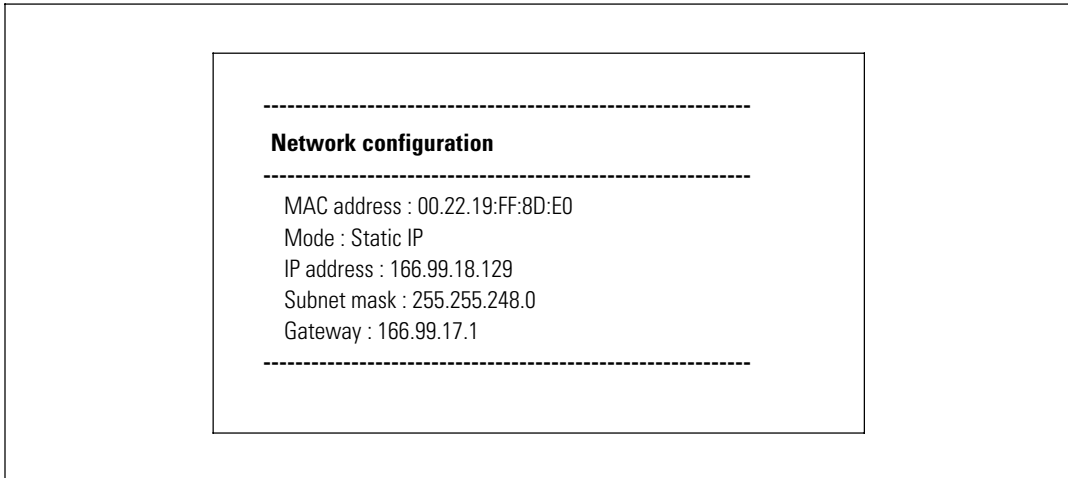

图 41. 读取网络设置选项
- **读取网络设置 ( Read Network settings )**：查看网络设置（请参阅图 41）。